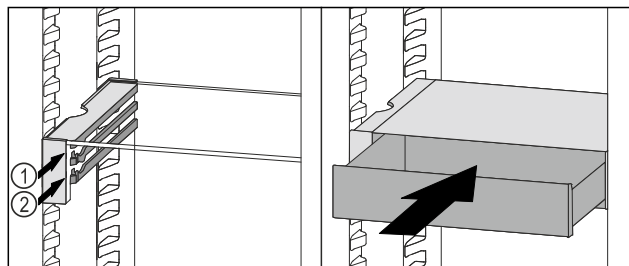

Fig. 163
- Vendosni sirtarin VarioSafe prapa ndaluesve në brinjën që dëshironi Fig. 163 (1) ose Fig. 163 (2).